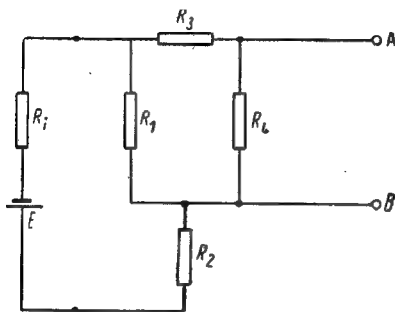

Bild 26
1. Man unterbricht den Stromkreis an der Stelle, wo man den Strom (bzw. Spannungsabfall) bestimmen will. Zur Erleichterung der Arbeit zeichnet man die Schaltung neu, wobei die Klemmen A und B die nun offene Trennstelle bedeuten (Bild 26).